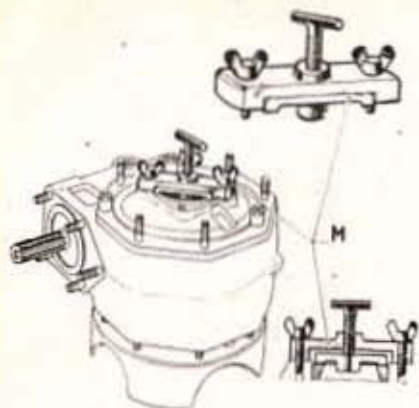

Fig. 112. — La bride (M) appuie la bague extérieure du roulement sur l'anneau de galets côté D.
- Monter la bride M, appuyer la bague extérieure du roulement sur l'anneau de galets (sans forcer) (fig. 112).